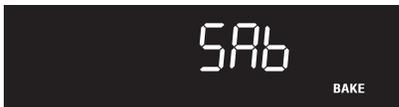

Figura 37: Configuración del horno en el modo sabático
6. Mantenga oprimidas simultáneamente las teclas **"Cook Time"** (tiempo de cocción) y **"Delay Start"** (encendido diferido) durante aproximadamente 3 segundos para programar el modo sabático. Una vez que la función esté programada, **"SAb"** (figura 37) aparecerá en la pantalla para indicar que el modo sabático del horno se programó correctamente.